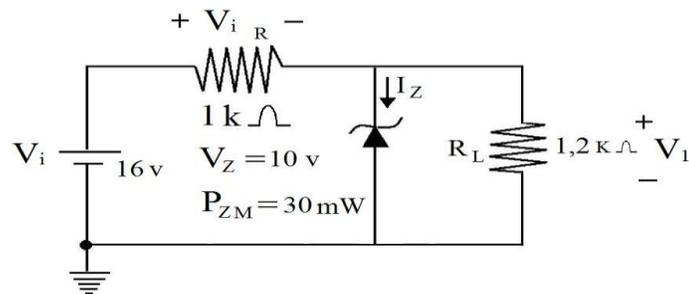

Figura 3-12
- *Ejemplo 3-2:* Para la red de diodo zener de la figura 3-12, determina  $V_L$